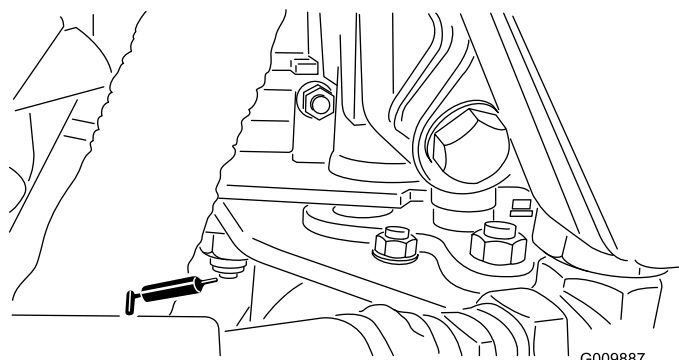

Figura 42
- Perno del pedale della trazione (Figura 42)